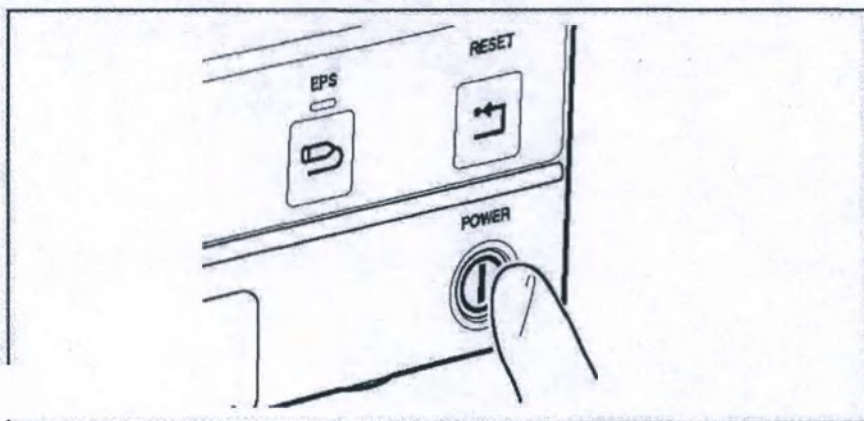

Рисунок 32.
1. Нажмите на выключатель питания ① на передней панели УУН (см. рисунок 32).